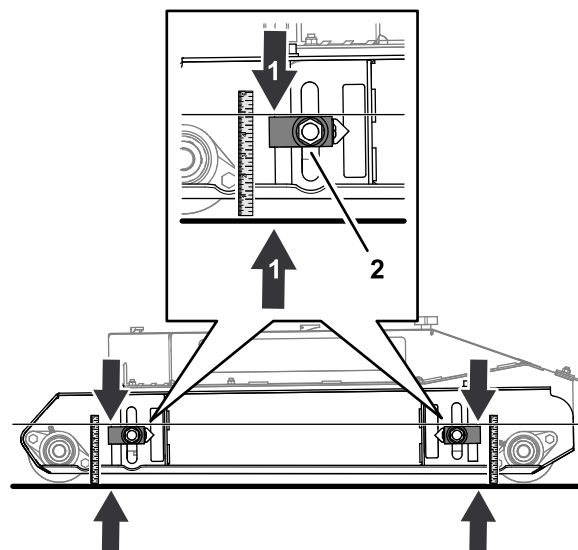

Figura 79
1. Allentate il dado che fissa il blocco regolatore dell'altezza di taglio (Figura 79).
2. Spostate il regolatore dell'altezza di taglio in alto o in basso fino a misurare 124 mm dalla parte superiore del blocco regolatore fino a terra (Figura 79).